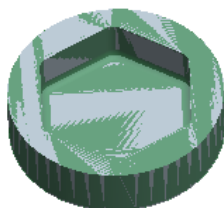

图 3.3.13 制造模型
Step1. 设置工作目录。选择下拉菜单 **文件** → **管理会话 (M)** → **选择工作目录 (C)** 命令，将工作目录设置至 D:\Creo 2.9\work\ch03\ch03.03\ex02\for_reader。
Step2. 在工具栏中单击“打开”按钮 ，从弹出的“文件打开”对话框中选取三维零件模型——local_milling.asm 作为制造零件模型，并将其打开。此时在工作区中显示图 3.3.13 所示的制造模型。